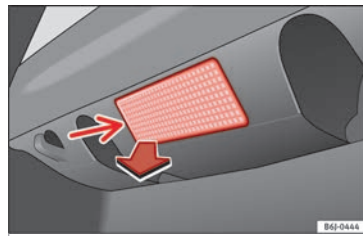

Fig. 110 Luz del maletero.
- Extraiga la tulipa haciendo presión sobre el borde de la parte interior de la misma (flecha) con ayuda de un destornillador por su parte plana »» **fig. 110**.